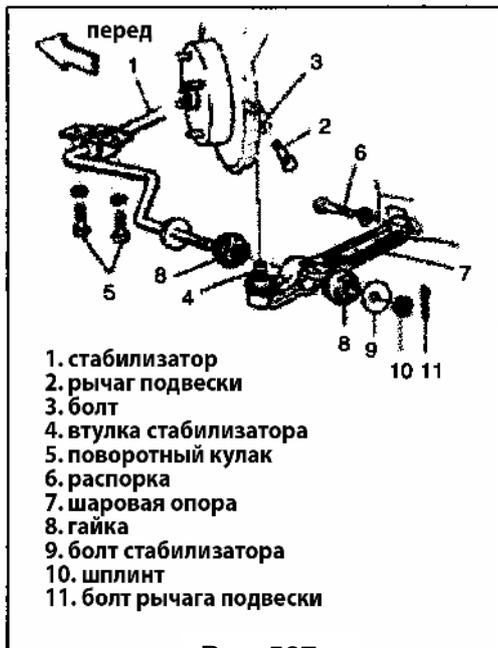

Рис. 527
- 2) Снимите шплинт стабилизатора, гайку и распорку (Рис.527).